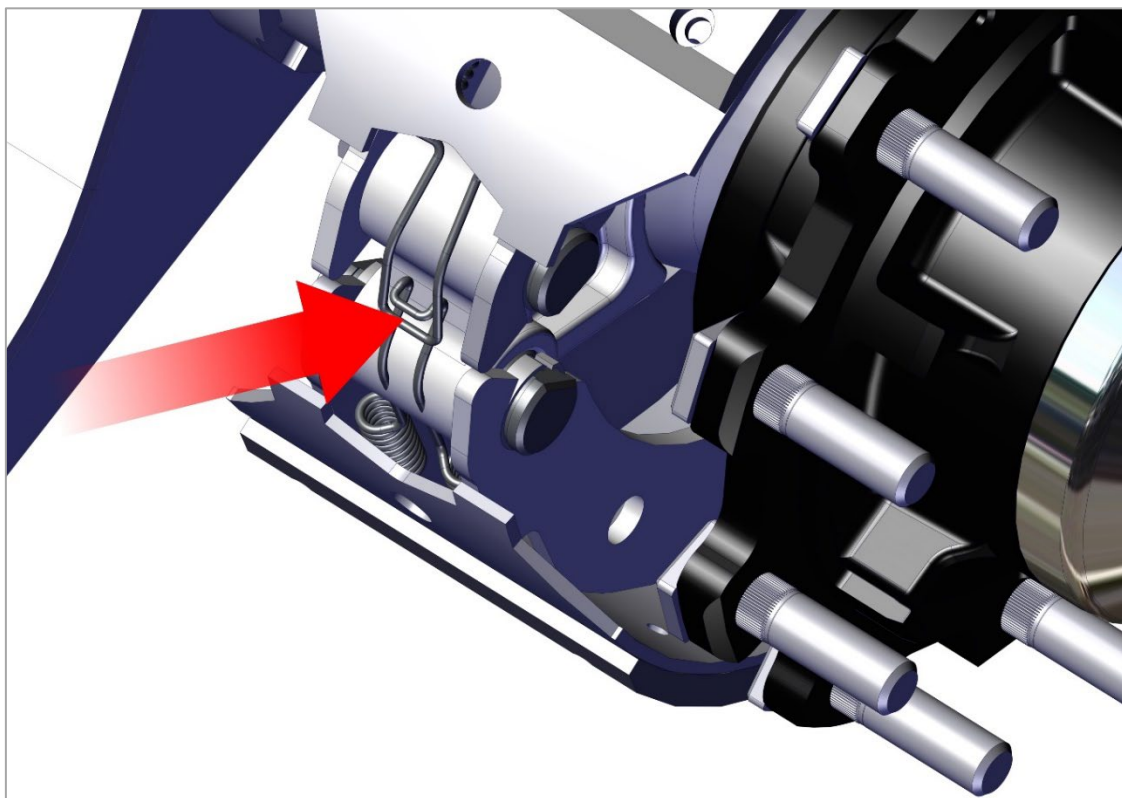

Рис. 34. Зажим пружины
3) Используя отвёртку, освободите зажим пружины из тормозной колодки. Снимите зажим пружины (рис. 34);